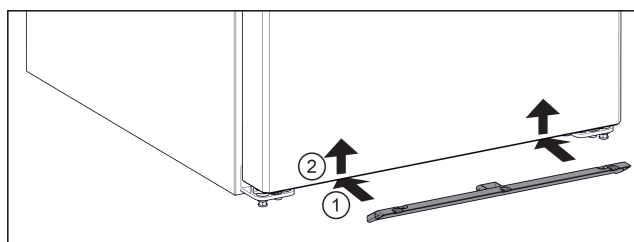

Fig. 5
- ▶ Задвиньте москитную сетку в устройство снизу. Fig. 5 (1)
- ▶ Обеими руками нажмите на москитную сетку снизу вверх. Fig. 5 (2)